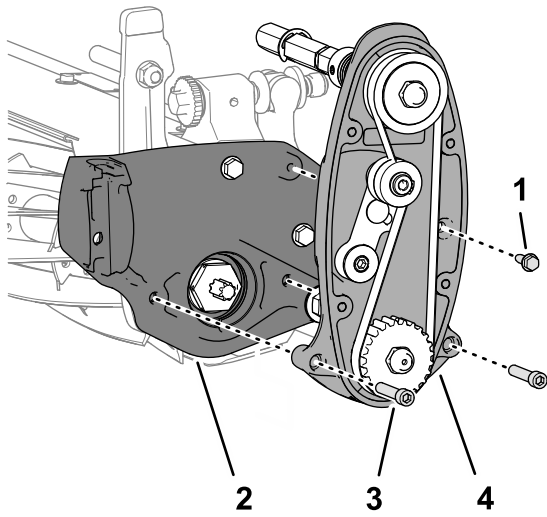

图 7
2. 拆下用于将滚刀驱动总成固定到滚刀组侧板的凸缘头螺丝 ¼ x ¾ 英寸 图 7。
3. 从 2 个锁紧螺母由侧板固定上拆下用于将滚刀驱动总成固定到滚刀组侧板上的 2 个六角头螺丝 $\frac{5}{16} \times 1\frac{1}{2}$ 英寸然后拆下滚刀驱动总成图 7。